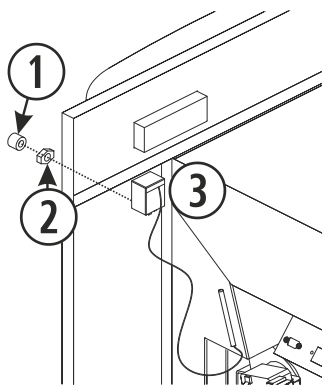

Figura 19
Si la estufa que tenemos es una Ecoaire Insert, debemos fijar el termostato de seguridad a los paneles del encastre. Éstos, ya disponen de un agujero, a través del cual insertamos el termostato (③) según la figura 19, lo fijamos al encastre con una tuerca (②) y finalmente enroscamos el tapón (①).